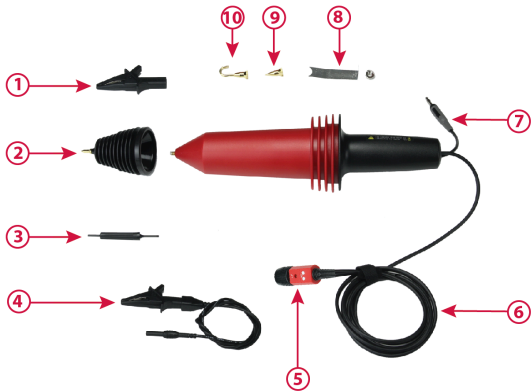

Figure 1: CT4028 Détails du montage et des accessoires
5. Pour une meilleure réponse en fréquence à des fréquences > 40 MHz utiliser la mise à la masse principale associée à la pince crocodile. (Figure 1). Pour les fréquences < 40 MHz, le prolongateur de masse peut être utilisé et vous donnera plus de flexibilité dans l'utilisation de la sonde.